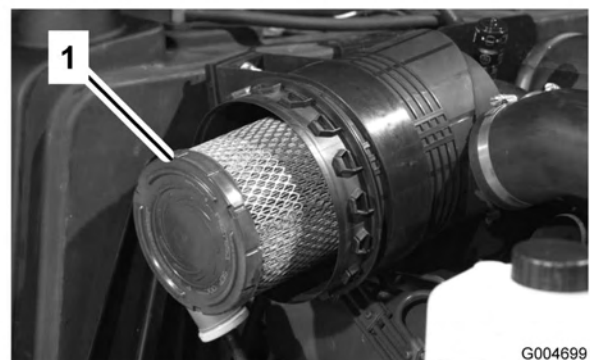

Bild 46
2. Vor dem Entfernen des Filters (Bild 46) sollten Sie schwache Druckluft (276 kPa [40 psi], sauber und trocken) verwenden, um große Schmutzablagerungen zwischen der Außenseite des Hauptfilters und dem Kanister zu entfernen. Verwenden Sie keine starke Druckluft, da Schmutz durch den Filter in den Einlass gedrückt werden könnte. Dieses Reinigen verhindert, dass Schmutz in den Einlass gelangt, wenn Sie den primären Filter abnehmen.